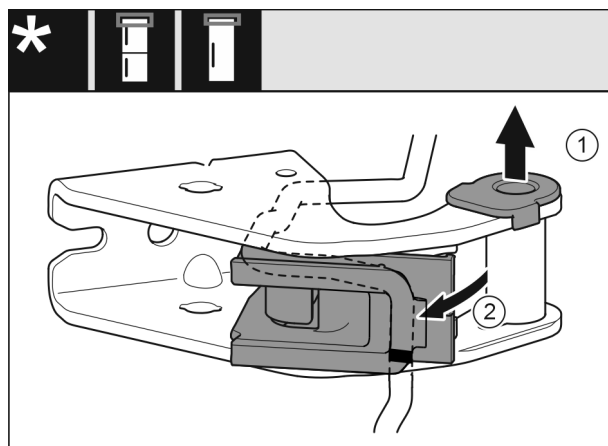

Fig. 26
- Vedä laakeriholkki ulos ohjaimesta. Fig. 26 (1)
- Käännä johtopidin ulos. Fig. 26 (2)